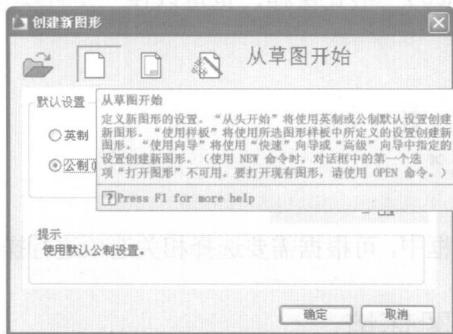

图 1-3 “创建新图形”对话框
(1) 在命令行中输入 STARTUP, 按 Enter 键, 并设置其新值为 1, 再按 Enter 键, 然后使用相同的方法, 在命令行中输入 FILEDIA, 将其设置为 1。
(2) 在命令行中输入 NEW, 按 Enter 键, 打开“创建新图形”对话框, 如图 1-3 所示, 单击“从草图开始”或“使用样板”按钮选择创建类型, 单击“确定”按钮。默认情况下, 图形样板文件存储在 Template 文件夹中, 以便访问。